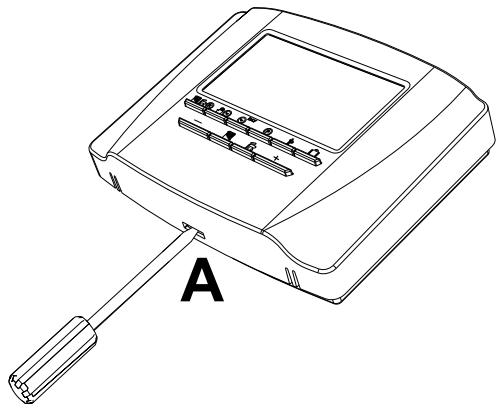

fig. 4
1. Rimuovere la parte anteriore facendo leva con un cacciavite nel punt A come indicato in “fig. 4” a pagina 9.